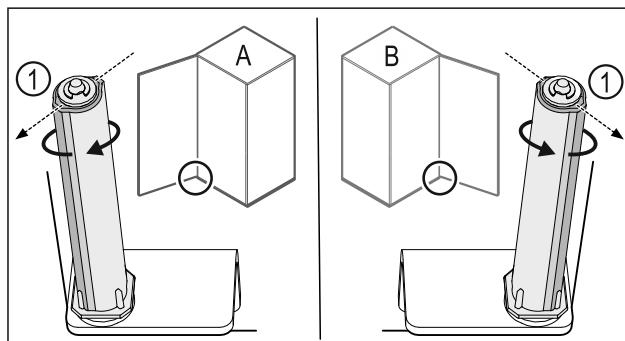

Fig. 37 Розкриття ліворуч (A) / Розкриття праворуч (B)
- ▶ Систему закриття повернати проти опору доки перемичка системи закриття Fig. 37 (1) не показуватиме назовні.